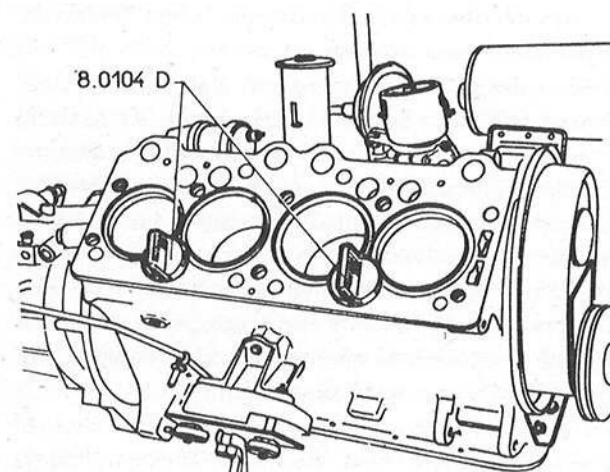

Bild 37
b) **Bei bereits abgebautem Zylinderkopf:** die Laufbüchsen mit den Halteschrauben 8.0104 D befestigen. (Siehe Bild 37).